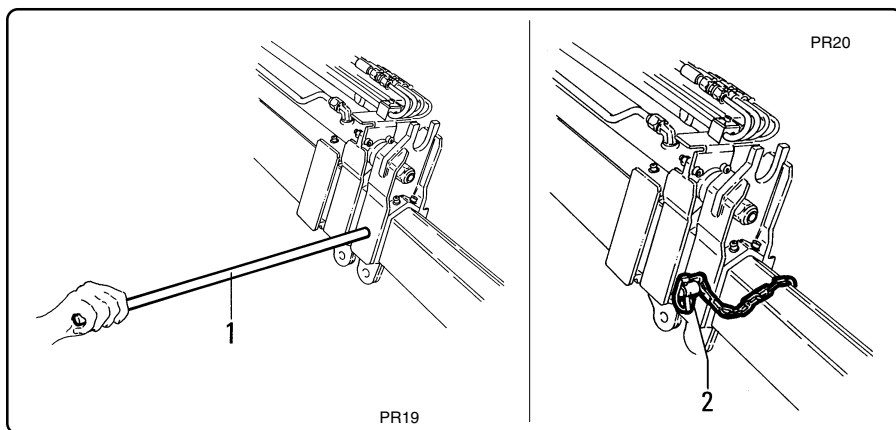

fig. 9.1.10
- Con l'aiuto di un palanchino "1" fig. 9.1.10 allineare il foro del braccio o della prolunga di contenimento con il foro di bloccaggio della prolunga da montare.
- Introdurre il perno di bloccaggio "2" (fig. 9.1.10) con la relativa catena (passandola sopra alla prolunga per evitarne lo schiacciamento) e la spilla a scatto.
- Use a lever bar "1" (see fig. 9.1.10) to align the containing boom or extension hole on the fixing hole of the extension that is to be fitted.
- Insert the fixing pin "2" (fig. 9.1.10) with its chain (pass it above the mechanical extension to avoid the risk of being crushed) and insert the sprung pin.